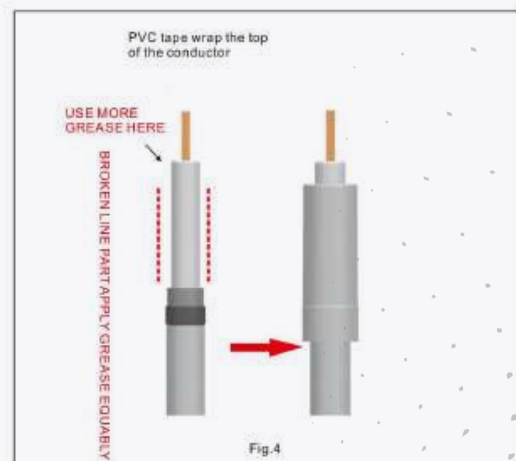

Fig.4
d. Instalar el adaptador (fig. 4)